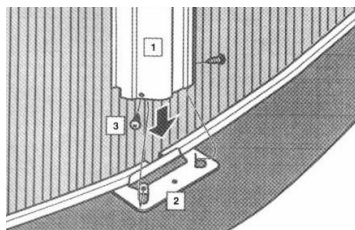

fig. 14
Alinee la parte inferior de uno de los perfiles verticales (VER) (1), con las dos pequeñas lengüetas de las placas base T1 (2). Las lengüetas deben quedar al interior del perfil vertical, fig. 14.
Alinee los orificios para colocar los tornillos TO2 (3), a ambos lados del perfil vertical, asegurándose que se fijen en los agujeros de las lengüetas de la placa T1 (2), fig. 14.